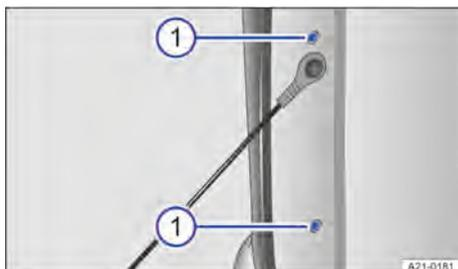

Fig. 150 Lateralmente no compartimento de carga: remover a lanterna traseira.
4. Remover dois parafusos de fixação com a chave de fenda → Fig. 150 ①.
13. Apertar dois parafusos de fixação com a chave de fenda → Fig. 150 ①.